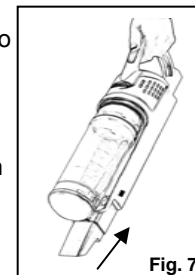

Fig. 7
3. Inserte el cabezal esquinero en la parte inferior de la aspiradora verificando que se trabe en su lugar. (Fig. 7) Para remover el cabezal esquinero, presione el botón de liberación del cepillo eléctrico / cabezal esquinero.